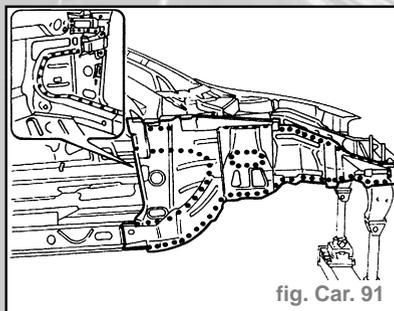

fig. Car. 91
- Effectuer la soudure électrique par points comme indiqué dans la figure (fig. Car. 91).